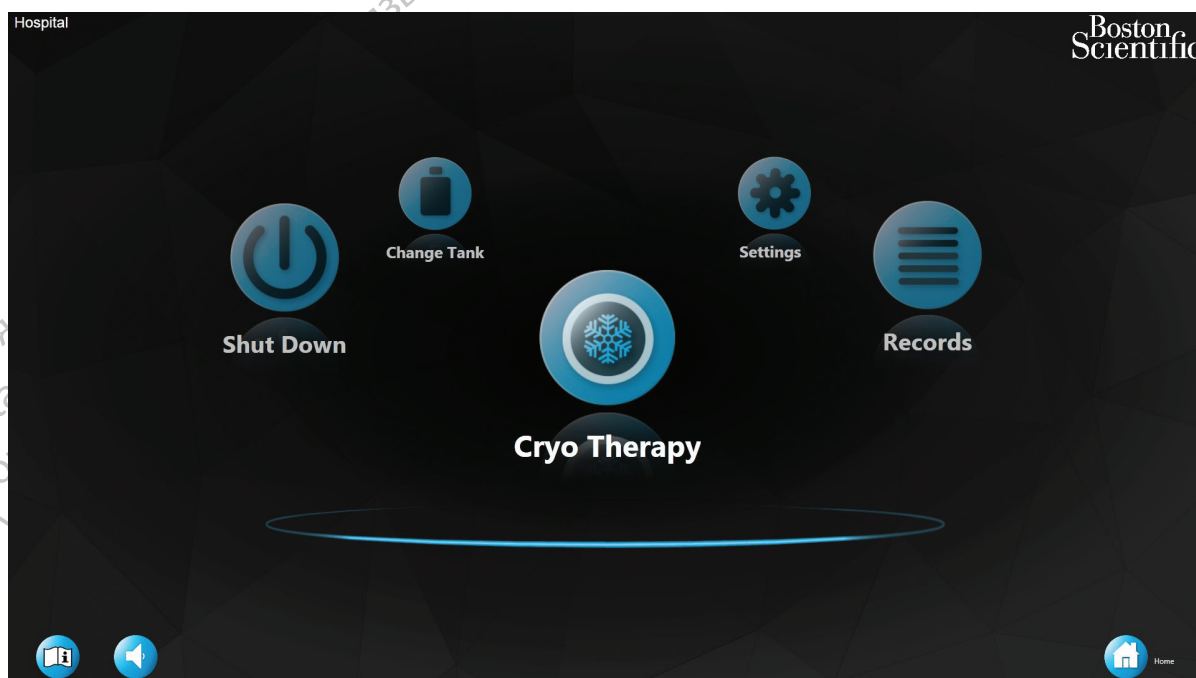

Figura 25. Ecranul principal
1. Apăsați butonul Records (Fișe) de pe ecranul principal (Figura 25).